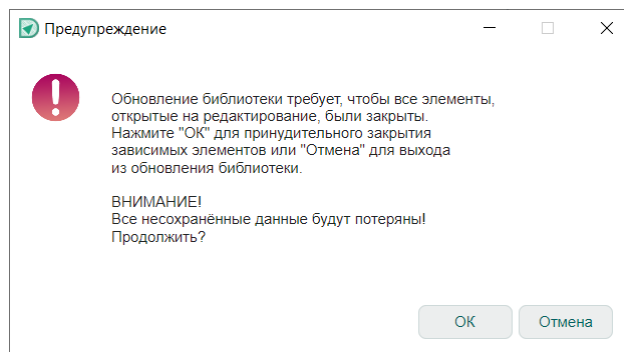

Рис. 9 Предупреждение при обновлении библиотеки о возможной потере данных
3. С учетом системного предупреждения продолжите процесс обновления нажатием кнопки «ОК» или для отмены операции нажмите кнопку «Отмена», см. Рис. 9.